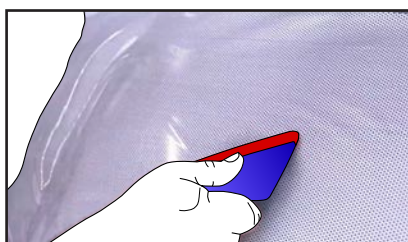

Figure 21
- ▶ De suite après l'application du film, passer la raclette recouverte de feutrine sur la totalité du complexe en partant du centre du film vers les bords. Cela permet d'empêcher l'apparition de bulles. (FIG. 21)